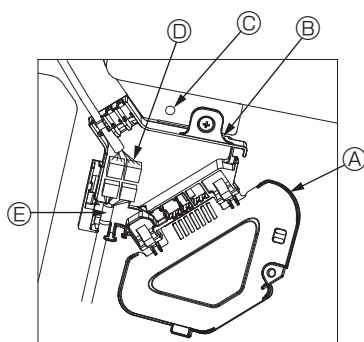

Fig. 5-9
- ① Fjern den ene skruen som fester koblingsboksdekselet, skyv dekselet i pilens retning som vist på bildet, og åpne dekselet.
- ② I koblingsboksen må du finne koblingsledningen for spjeldmotoren til gitteret og ledningen for spjeldmotoren, og koble sammen ledningene. (Fig. 5-9)